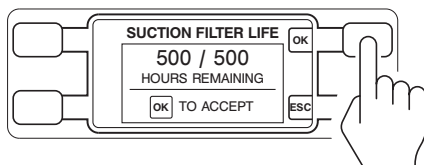

图 7 - 接受时钟数值
6. 按压显示按钮 (OK), 接受更改。按压显示按钮 (ESC), 取消更改 (图 7)。